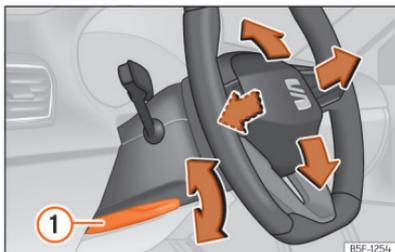

Abb. 86 Hebel auf der linken unteren Seite der Lenksäule.
• Hebel >>> [Abb. 86] ① nach unten schwenken, Lenkrad in die gewünschte Position bringen und Hebel wieder bis zum Schließpunkt nach oben drücken.
• Den Hebel >>> [Abb. 86] ① nach dem Einstellen immer fest nach oben schwenken, damit das Lenkrad während der Fahrt nicht unbeabsichtigt seine Position verändert.